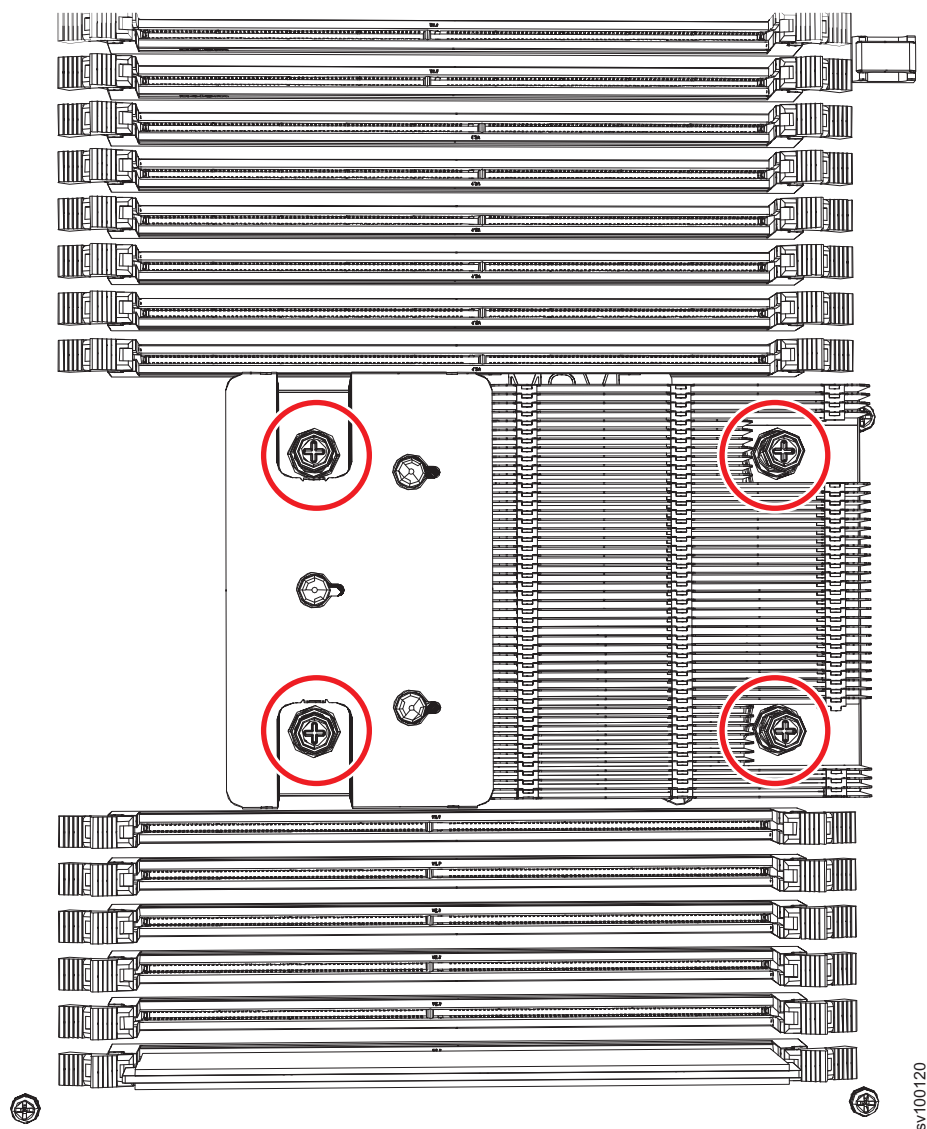

図 186. ヒート・シンクの取り外し
1. 238 ページの図 186 に示すように、ヒート・シンクの保持ねじを元に戻します。